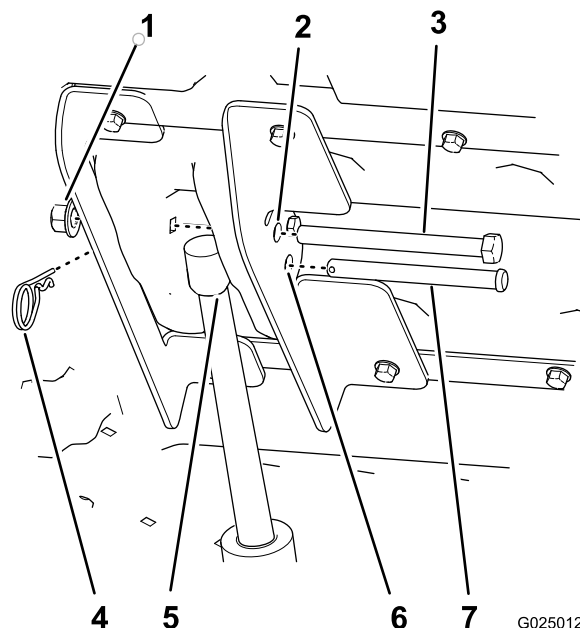

図 24
8. 昇降アクチュエータのロッドを昇降ブラケットに固定するクレビスピン3-1/2 インチとヘアピンを使用する図 24。
10. 内側・外側の昇降ブラケットの残っている穴12.7 mmに六角ヘッドボルト1/2 x 5-1/2 インチを通し図 24、ナット1/2 インチで軽く止めつける。